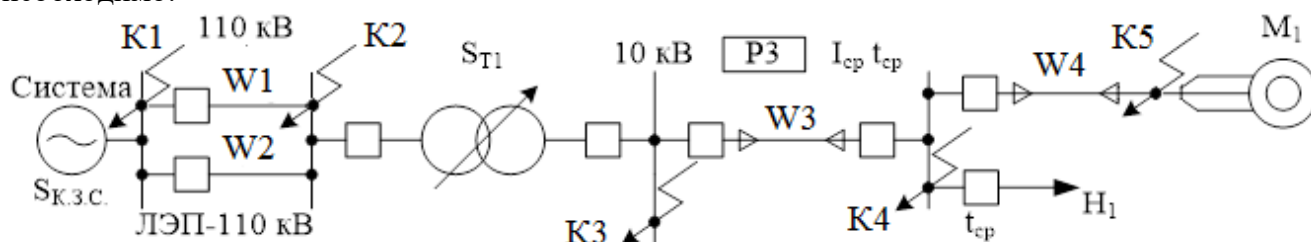

Рис. 1. Участок распределительной сети
**Задание:** Для известных токов короткого замыкания в характерных точках расчетной схемы (рис.1), исходя из расположения РЗ на линиях электроснабжения 110 и 10 кВ, необходимо:
- 1) Рассчитать номинальные и максимальные токи, протекающие по отдельным участкам расчетной схемы (рис. 1).
Рассчитать первые ступени РЗ линий (рис.1: РЗ-1 - ТО - установлена в начале линий W1(W2); РЗ-3 – ТО и НТО - установлена в начале линии W3; РЗ-4 - ТО установлена в начале линии W4). Вид реле: РЗ-4; РЗ-3 – электромеханические с реле РТ-40; РЗ-1 – цифровые.
Рассчитать МТЗ линии W3 с пуском по напряжению (рис.1). Вид реле: электромеханические реле типа РТ-40 и РН-50. Сравнить чувствительность обычной МТЗ и МТЗ с пуском по напряжению.
Рассчитать продольную дифференциальную защиту трансформатора Т1 и токовую отсечку этого же трансформатора (рис.1).